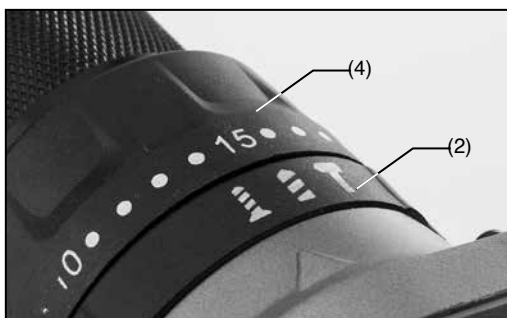

FIG. 4
6.4 FUNCTION CONTROL AND TORQUE SELECTION – FIG.4